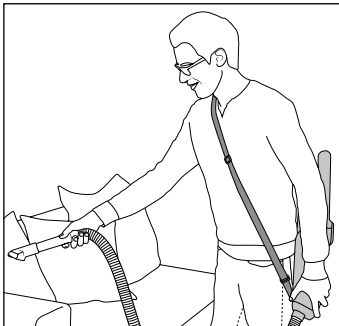

Abb. 12
- ▶ Wir empfehlen Ihnen den Tragegurt ⑰ über Ihren Kopf auf eine Schulter abzulegen (siehe Abb. 12).